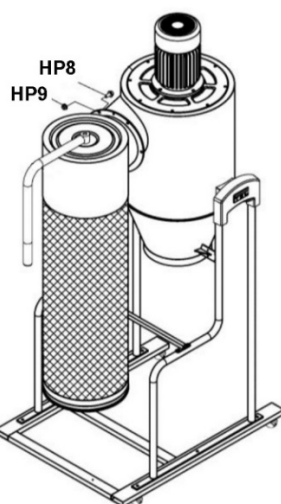

Figure 9
10. Placez le joint (X) entre le filtre de la boîte et le boîtier principal. Installez le filtre de la boîte dans le boîtier principal et serrez avec des vis à bride (HP8) et des écrous (HP9). Voir la Figure 9.